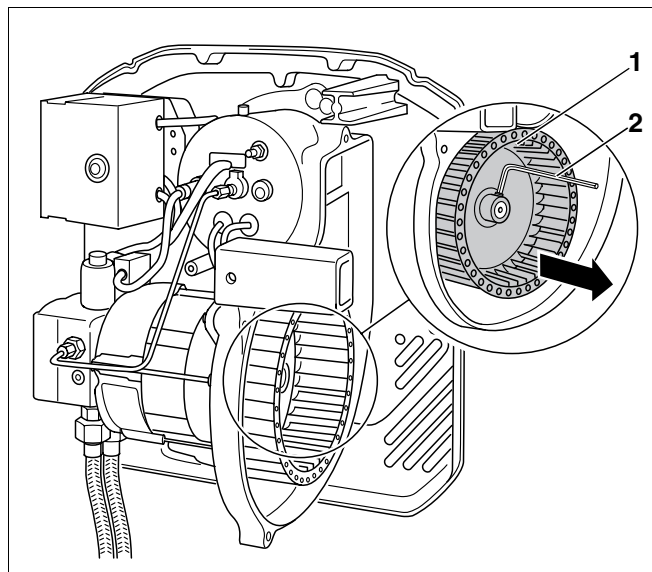

Fig. 44 Contrôler l'état de la turbine du ventilateur et nettoyer si nécessaire
- Déserrer la turbine (fig. 44, **pos. 1**) avec une clé à six pans creux (fig. 44, **pos. 2**) et la retirer de l'arbre.
- Remonter la turbine (fig. 44, **pos. 1**).